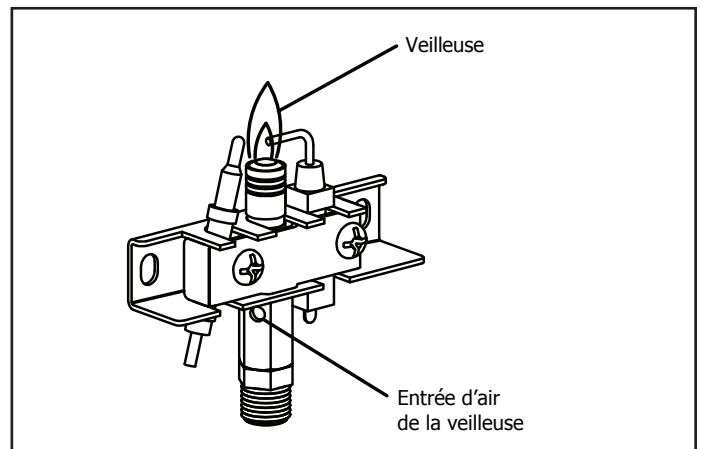

Fig. 5 – Veilleuse
4. Ensuite, dévissez les trois (3) écrous borgnes et retirez délicatement le brûleur pour exposer le venturi et la veilleuse.
7. Inspectez et nettoyez la veilleuse (attachée à un support) en utilisant un aspirateur ou en appliquant une pression d'air dans les trous de la veilleuse, comme indiqué par les flèches à la figure 5.